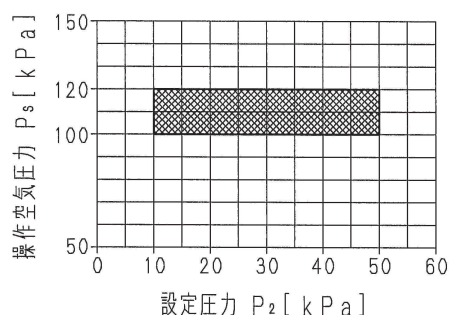

図7 所要操作空気圧力
- (1) PCの六角ナットZ-⑩を緩めます。調節ねじZ-⑪を左回転(反時計回り)し、調節ばねZ-⑬の圧縮を緩めて無荷重状態とします。
- (2) 操作用空気を供給して減圧弁により絞り弁Z-⑭の入口側圧力( $P_s$ )を調整します。このとき、排出口から空気が排出されていることを確認してください。
**注10** 操作空気圧力( $P_s$ )は設定圧力( $P_2$ )によって異なります。(図7参照)
**注11** 絞り弁Z-⑭入口側には圧力計を設置してください。PC付属の圧力計Z-⑳は作動確認用です。
- (3) 主弁二次側の仕切弁を少し開けた状態(少量流れる程度)にします。
- (4) 一次側の仕切弁を非常にゆっくり開け、主弁に流体を流します。異常がなければこの仕切弁をゆっくりと全開してください。
- (5) 二次側の仕切弁をゆっくり開けていくと、主弁の制御誤差が生じ二次側圧力が所要の設定圧力よりも若干低下します。二次側の仕切弁は、この圧力低下が確認できる状態まで開けてください。
- (6) PCの調節ねじZ-⑪をゆっくり右回転(時計回り)すると、二次側圧力が徐々に回復して設定圧力まで戻ります。調整終了後、六角ナットZ-⑩によって調節ねじZ-⑪をしっかりと固定してください。